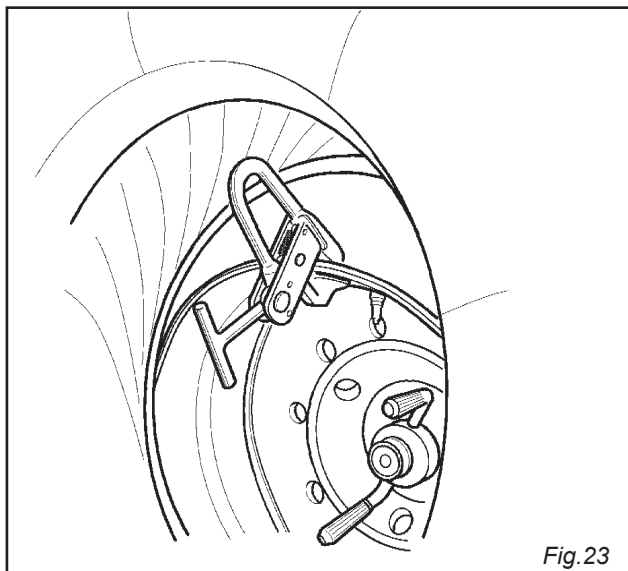

Fig. 23
- 5) Sollevare il cerchio con il pneumatico agganciato e ruotarlo in senso antiorario di 15-20 cm. Il pneumatico si posizionerà in modo obliquo rispetto al cerchio. (Fig. 23)
- 6) Abbassare il braccio porta utensili (17) in posizione di lavoro, fino a che si sarà agganciato con l'apposito cricchetto.
- 5) Lift the rim with the tyre fixed on it and turn it counterclockwise of 15-20 cm. The tyre will position itself obliquely relating to the rim (fig. 23)
- 6) Lower the tool-holder (17) in its working position until it will get hooked by the proper jack.
- 8) Position the roller at a distance of 4-5 mm. from the rim and press on second tyre bead in order to fit the pliers (fig.23)
- 5) Soulever la jante avec le pneu accroché et le tourner en sens antihoraire de 15-20 cm. Le pneu se positionnera obliquement par rapport à la jante. (fig.23)
- 6) Baisser le bras porte-outils (19) en position de travail, jusqu'à ce qu'il se sera accroché au petit cric approprié.
- 8) Positionner le rouleau à 4-5 mm. de distance de la jante et presser le deuxième talon du pneu pour introduire la pince (fig. 23)
- 5) Die Felge mit festgemachtem Reifen heben und links 15-20 cm. drehen lassen. Der Reifen wird sich in bezug auf die Felge schräg stellen (Abb. 23)
- 6) Werkzeugtragarm (19) in Arbeitsstellung herunterlassen, bis wann er mit der bezüglichen Sperrklinke festklemmt.
- 8) Rollenwerkzeug 4-5 mm. fern von Felge stellen und auf den zweiten Reifenwulst drücken, um die Zange einzufügen (Abb.23)